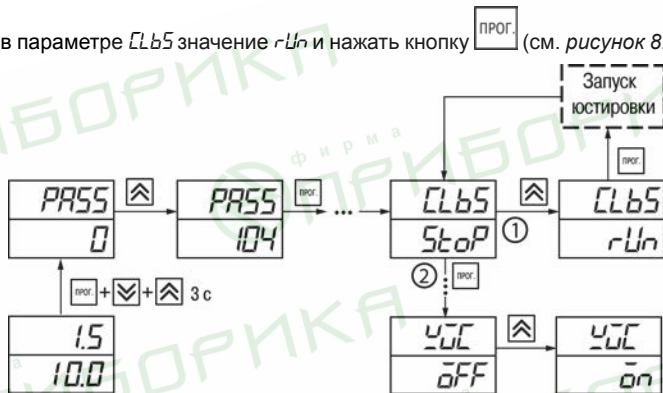

Рисунок 8.6 – Последовательность действий во время юстировки
5. Установить в параметре $\bar{c}Lb5$ значение rUn и нажать кнопку ПРОГ. (см. рисунок 8.6, шаг 1).
6. Включить автоматическую коррекцию ЭДС ТП по температуре его свободных концов, установив в параметре $\bar{c}Ц\bar{c}$ значение $\bar{o}n$ (см. рисунок 8.6, шаг 2).